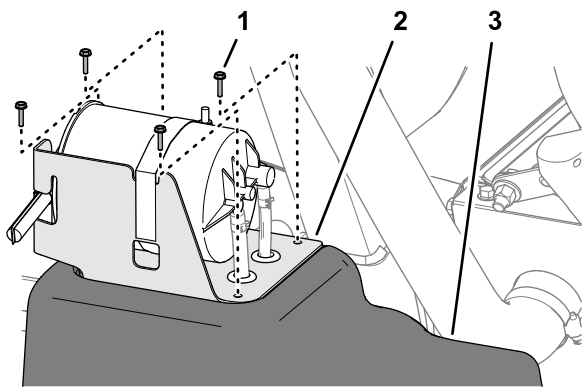

图 92
5. 将碳罐支架上的孔与油箱中的孔对齐图 92。
6. 使用 4 个螺丝#10 x 3/4 英寸将支架安装到油箱上 图 92。